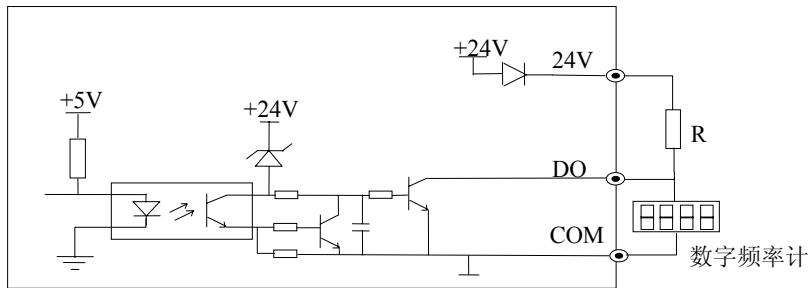

图 2-28 多功能输出端子数字脉冲输出连接方式1
3) 多功能输出端子/数字脉冲频率输出DO作为数字脉冲频率输出时可使用变频器内部的24V电源，接线方式请参见图2-28。